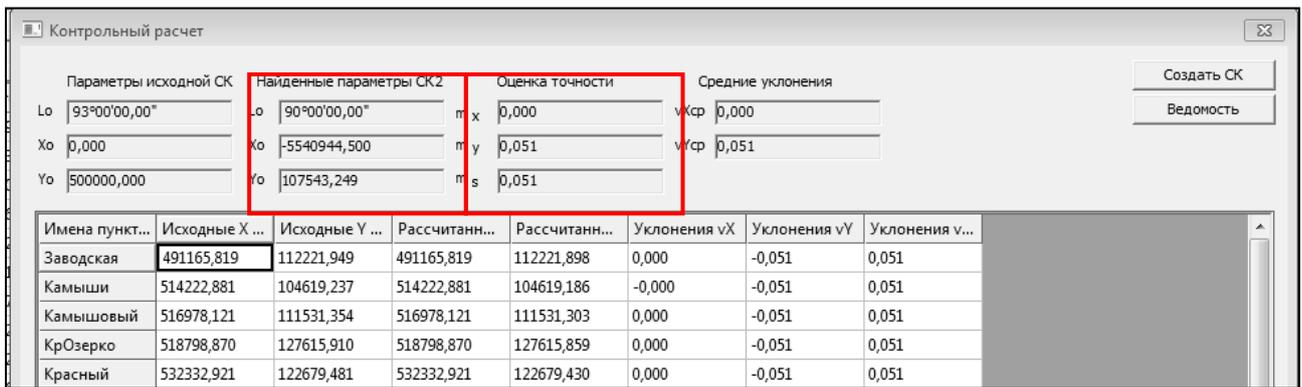

Рис.3.4.
3.2. Выполните контрольный расчет координат по вычисленным параметрам, нажав кнопку **[Контр. Расчет.]**. Результат отображается в диалоговом окне **Контрольный расчет** (рис. 3.4). Обратите внимание на разделы **Найденные параметры СК** и **Оценка точности**.